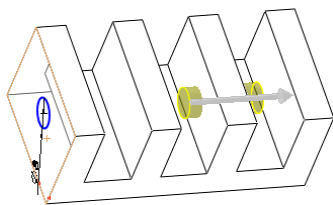

图 5-79 孔从等距距离开始延伸
- 等距：从与当前草图基准面等距的基准面上生成简单直孔，如图 5-79 所示。